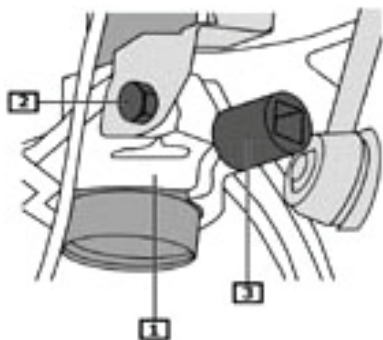
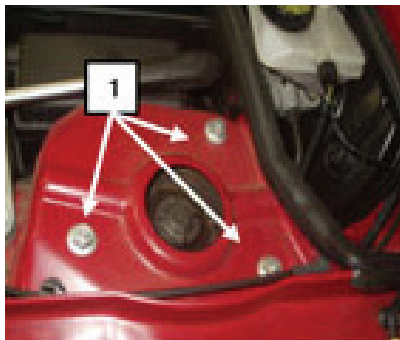

Fig. 4:
Fig. 5:
- **Fig. 4** Untere Federbeinbefestigung (2) ausschrauben.
- Achsschenkel (1) mit Spezialwerkzeug (3) aufspreizen.
- **Fig. 5** Im Motorraum die Befestigungsmuttern des Stützlagers ausschrauben; dabei das Federbein gegenhalten.
- **Fig. 4** Unscrew suspension strut attachment (2).
- Use an expander tool (3) to open steering knuckle (1).
- **Fig. 5** Remove upper fastening nuts on the support bearing in the engine compartment, while securing suspension strut so it doesn't fall.
- **Fig. 4** Dévisser la fixation inférieure de la jambe de force (2).
- Écarter légèrement la fusée d'essieu (1) avec un outil spécial (3).
- **Fig. 5** Dans l'habitacle du moteur, enlever les écrous du palier de fixation ; assurer la jambe de force pour l'empêcher de tomber.
- **Fig. 4** Desatornillar la sujeción inferior del amortiguador (2)
- Abrir el cuello del eje (1) con la herramienta especial (3).
- **Fig. 5** En el habitáculo del motor, desenroscar las tuercas de sujeción del cojinete de apoyo, sujetando el amortiguador.